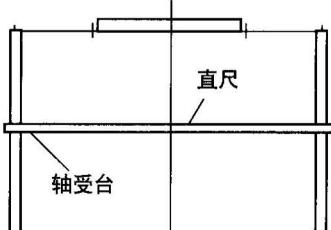

图19
D. 送风机轴承如是直接装于两边箱壁上，其支持架必须在同一水平面，装置时需以直尺及水平尺校正(图19)。